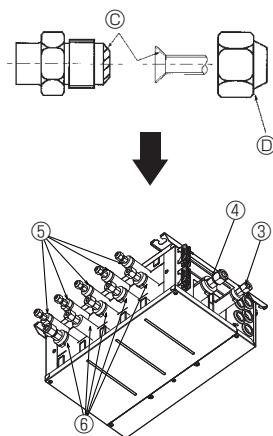

Fig. 7-2
- ⑫ Applicare olio per refrigerazione sull'intera superficie (Fig. 7-2) della sede svassata.
- ⑬ Fondamentalmente, usare dadi a cartella incorporati (i dadi a cartella disponibili in commercio si possono rompere).